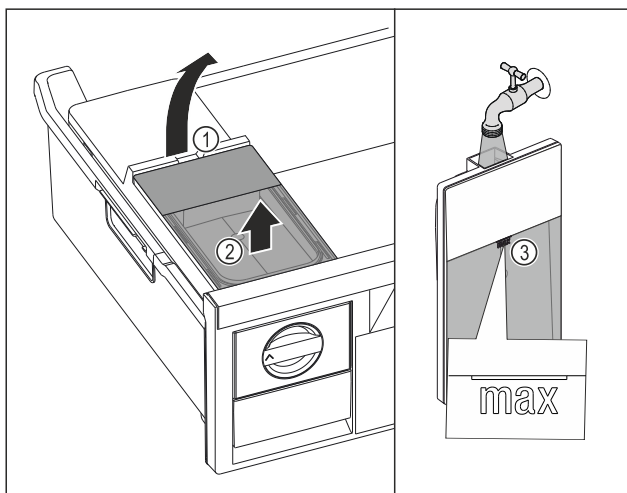

Fig. 144
- Elevar el depósito de agua por la entalladura Fig. 144 (1).
- Extraer el depósito de agua hacia arriba. Fig. 144 (2)
- Llenar el depósito de agua con agua potable hasta la marca Fig. 144 (3).